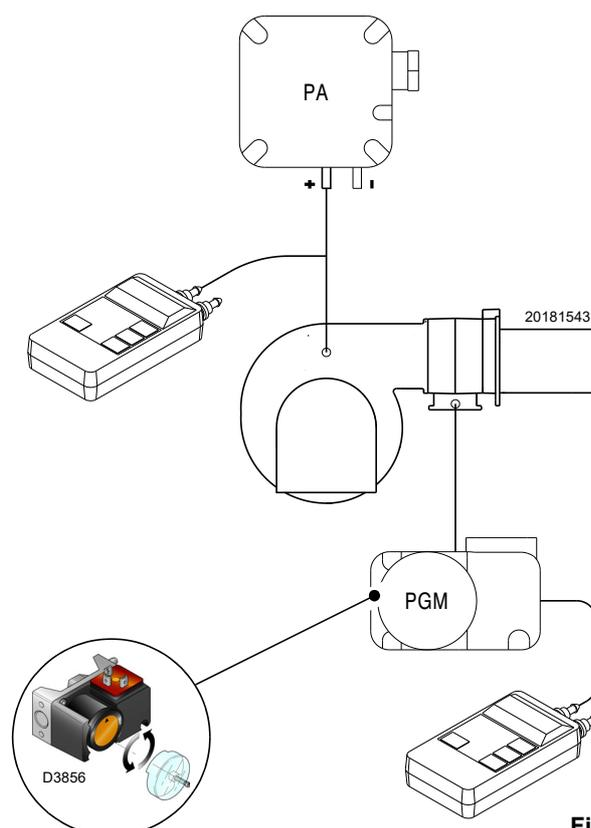

Fig. 31
- Regolare il pressostato gas di massima (Fig. 31 a pag. 31) a fine scala.
Eseguire la regolazione del pressostato gas di massima (Fig. 31) dopo aver effettuato tutte le altre regolazioni del bruciatore con il pressostato gas di massima regolato a fine scala.